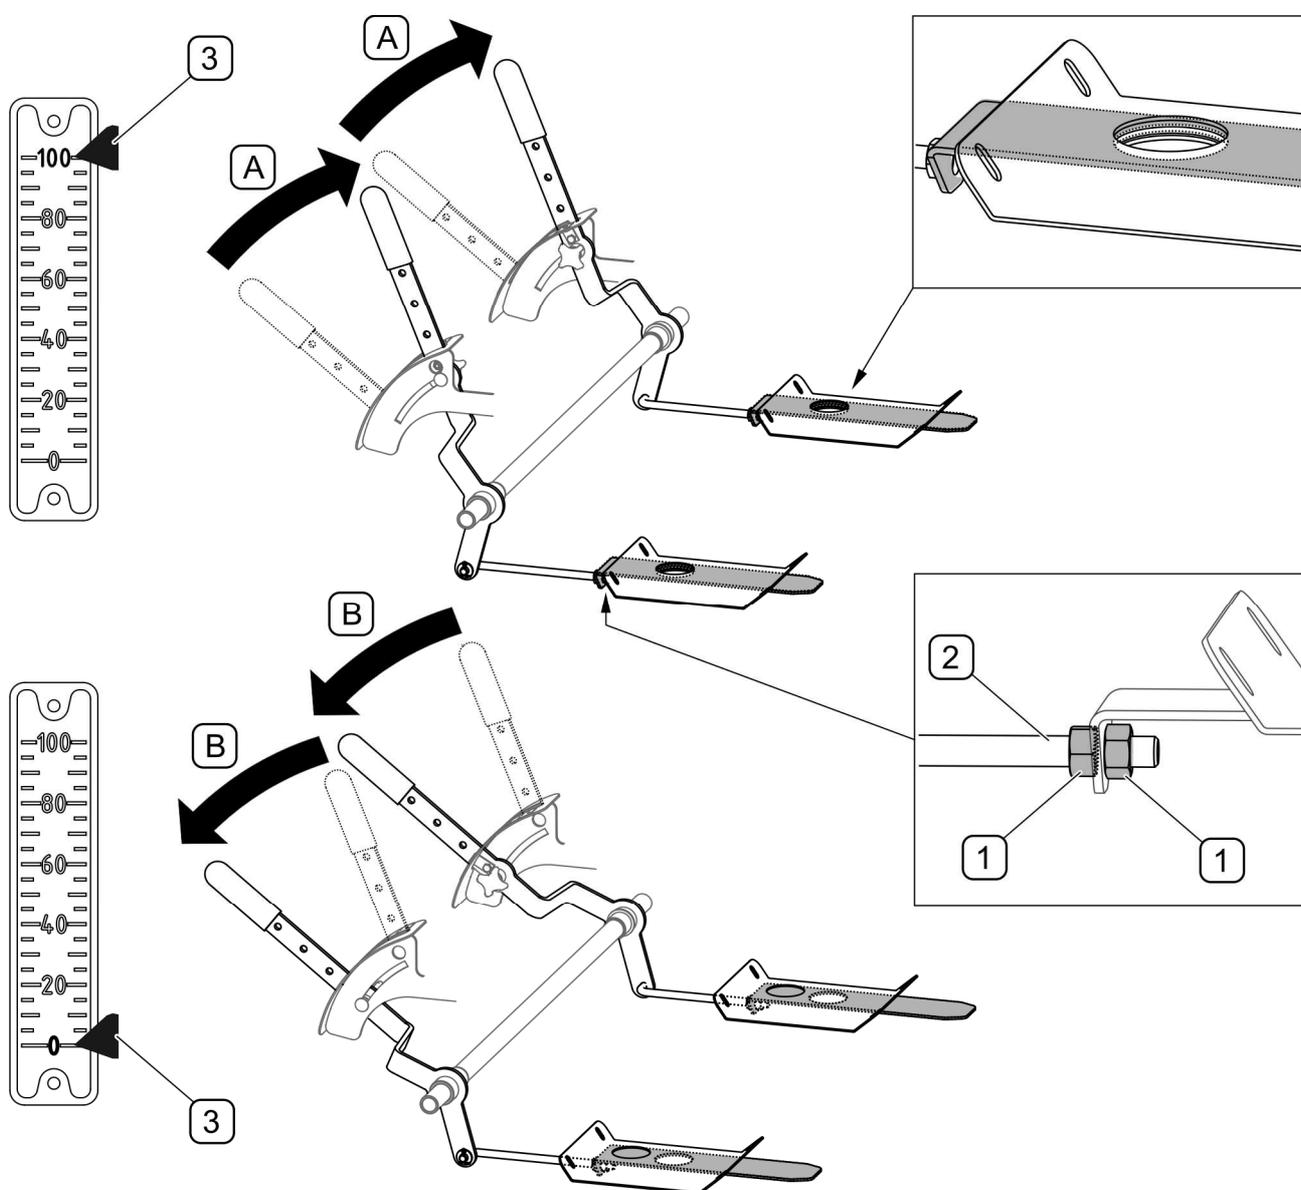

РИСУНОК 5.4 Регулировка рычага смены дозы
Механизм регулировки дозы регулируется на заводе. В случае замены отдельных элементов может появиться необходимость в повторной регулировке (РИСУНОК 5.4). Необходимо проверить положение заслонок при крайнем положении рычагов (А) и (В).
Когда рычаг находится в положении (А), дозирующие отверстия в бункере должны быть максимально открыты, указатель (3) на шкале должен указывать на величину "100". При переводе обоих рычагов в положение (В) дозирующие отверстия в бункере должны быть полностью закрыты, указатель (3) на шкале должен указывать на величину "0". В случае необходимости в регулировке рычага (РИСУНОК 5.4) следует:
- Ослабить обе гайки (1) на тяговом элементе (2) *(по две гайки на каждом элементе)*.
- Завинчивая/отвинчивая соответствующую гайку (1) отрегулировать длину тягового элемента (2).
- Затянуть гайки (1).